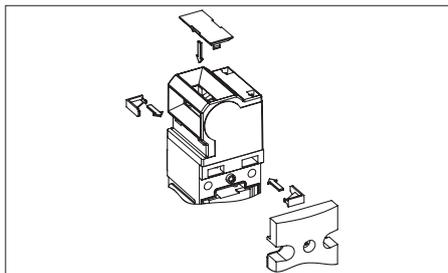

Bild 2: Sicherungskeile einsetzen, Betätigungsschlitz verschließen
- Optional: Beiliegende Sicherungskeile zum Verdrehenschutz einsetzen (siehe Bild 2).
- Nicht benutzten Betätigungsschlitz mit beiliegender Schlitzabdeckung verschließen (siehe Bild 2).